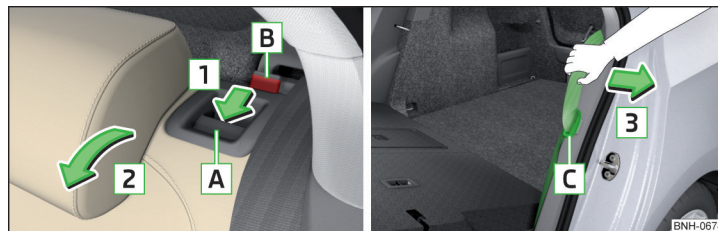

Fig. 73 **Rabatarea înainte a spătarului/reglarea disponibilității centurii de siguranță**
- › Introduceți clema de fixare a centurii de siguranță **C** în orificiul din capitonajul lateral - Reglarea disponibilității » fig. 73.
- › Trageți centura de siguranță exterioară înspre capitonajul lateral, în sensul săgeții **3** » fig. 73.